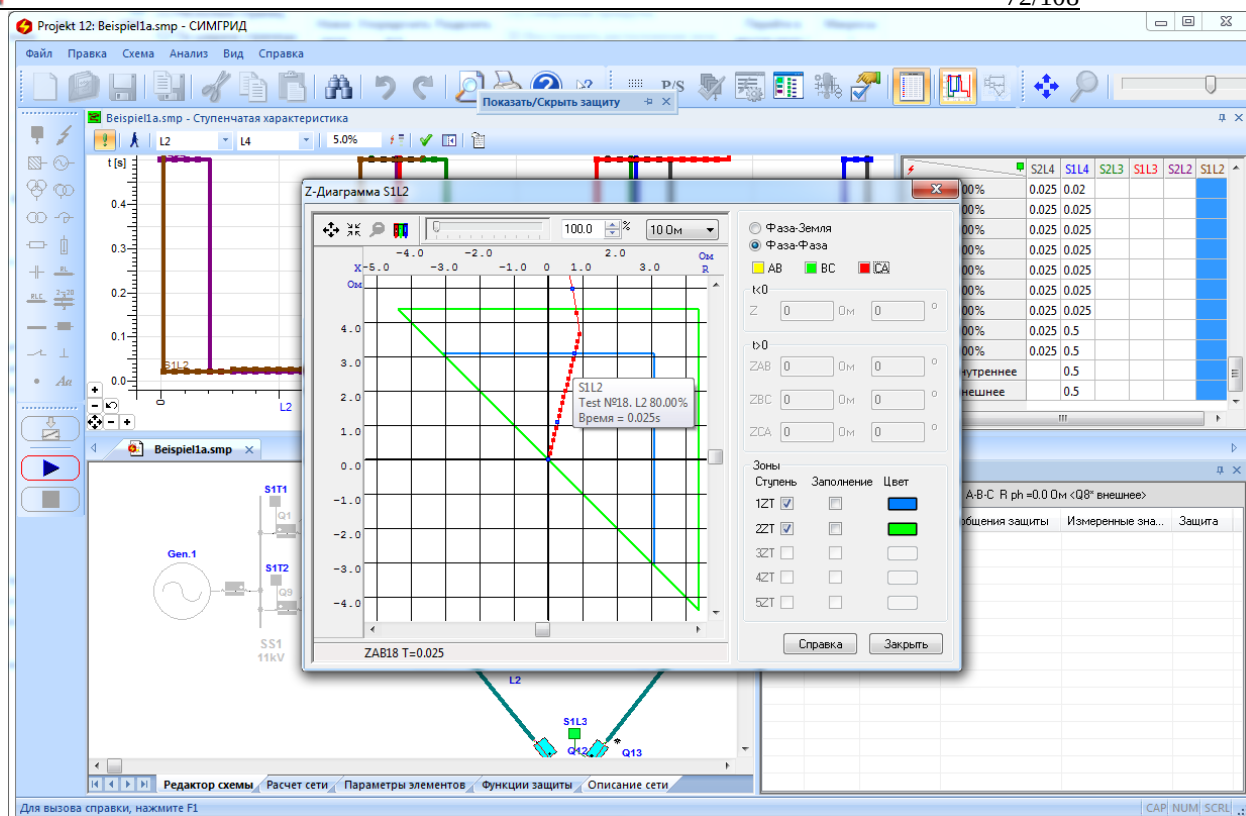
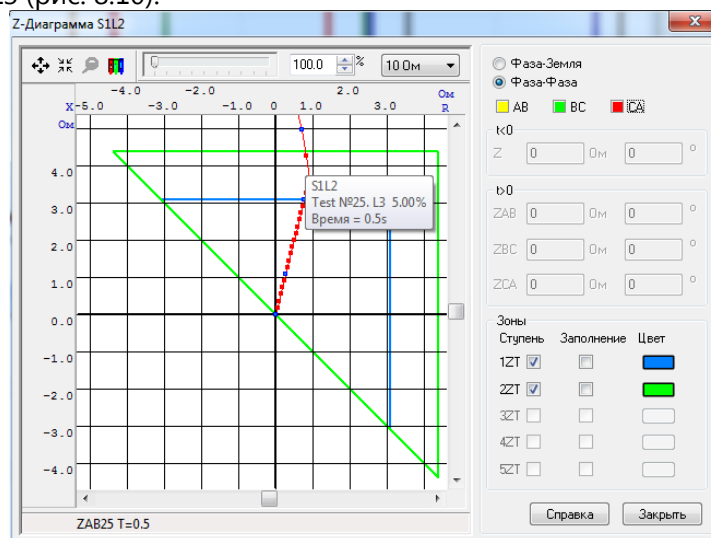

Рис. 8.9. Траектория вектора Z на выбранном участке ступенчатой характеристики
Рис. 8.10. Определение ширины зоны и времени отключения II ступени защиты S1L2
- Двойным нажатием на поле S1L2 в верхней строке полученной таблицы ступенчатой характеристики вызываем траекторию вектора Z защиты S1L2 на Z-плоскости и выбираем масштаб, соответствующий уставкам защиты (рис. 8.9)
Границы действия ступеней определяются точками пересечения траектории вектора Z с границей соответствующей ступени. Визуально это можно определить, подводя мышь к точке на траектории вектора Z вблизи ее пересечения с соответствующей характеристикой защиты. Так из рис. 8.9 видно, что зона 1 ступени защиты S1L2 охватывает 80% линии L2 (тест 18). Эти же данные можно получить и из таблицы ступенчатой характеристики на том же рисунке (при тесте № 19 защита срабатывает уже с временем 0,5 с.). Точки изменения зон действия (и времени отключения) защиты на траектории вектора Z определяются программой и отмечаются голубым цветом. Вторая ступень защиты S1L2 охватывает 5% линии L3 (рис. 8.10).